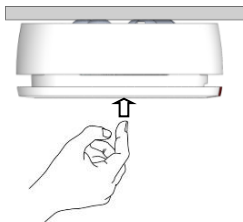

Figura 12
1. Pressione firmemente a tampa (ver Figura 12). Se o detetor estiver a funcionar corretamente, o alarme de incêndio será ativado (ver *Indicadores visuais/sonoros*) e uma mensagem de alerta será enviada para o receptor do sistema.